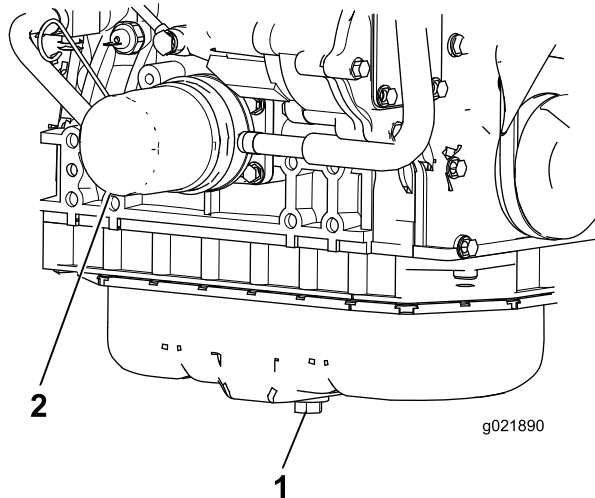

Figura 84
1. Retire el tapón de vaciado y deje fluir el aceite a un recipiente apropiado (Figura 84).
3. Retire el filtro de aceite (Figura 84).